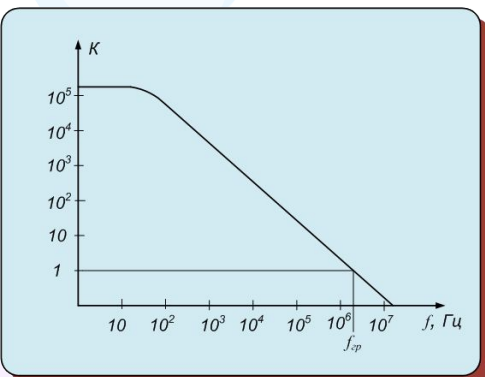

Рис.1.6. Амплитудно-частотная характеристика (АЧХ) ОУ без обратных связей
3. Частота единичного усиления $f_{гр}$ – значение частоты сигнала, при которой коэффициент усиления становится равным единице (рис.1.6.)